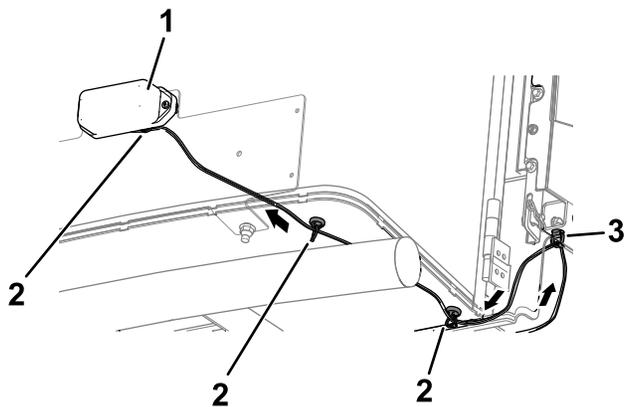

Figura 19
- Utilizzate il cablaggio dell'adattatore lungo per collegare il cablaggio preassemblato alle luci della targa. (Figura 17 e Figura 19).
Fate riferimento a Figura 19 per la posizione corretta del supporto di fissaggio magnetico. Posizionate 1 magnete sulla superficie interna del supporto della targa. Fate passare il cablaggio dell'adattatore attraverso la clip di fissaggio che avete installato al passaggio precedente.